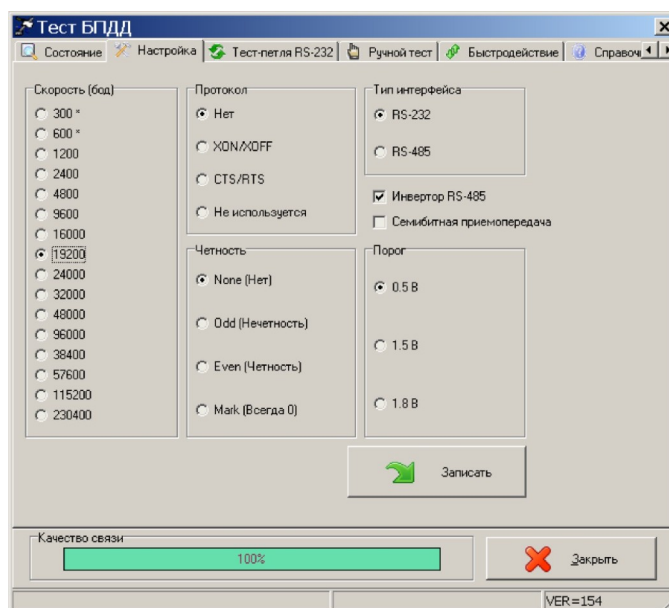

Рисунок 16
- 2) Выбрать в таблице устройств блок «БПДД». В окне «Поиск» выбрать команду «Тест», затем вкладку «Настройка» и установить следующие параметры конфигурации БПДД-RS-M (рисунок 16):